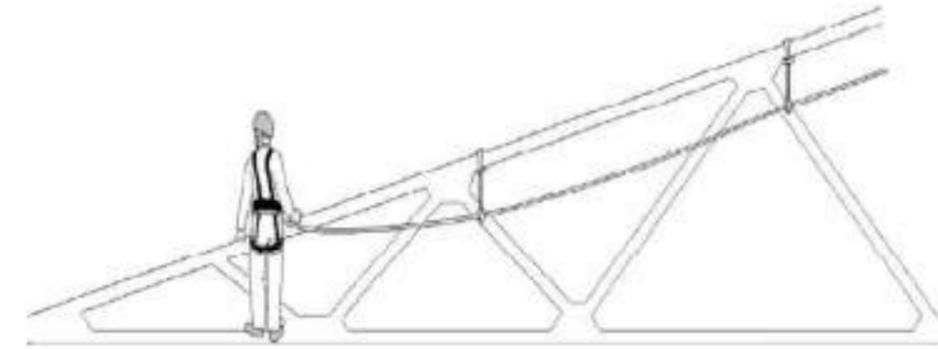

Figura A.4
4. A lo largo de la línea de vida horizontal, se efectúa amarrándose con el elemento de amarre en Y al tramo horizontal de la cuerda de seguridad conservando siempre un mosquetón amarrado en el paso de las cintas. Figura A.4
- El primer operario se desplaza por la cruceta, siempre colocando las cintas de anclaje hasta el punto más alejado donde se decida colocar el extremo de la cuerda (figura A.4).